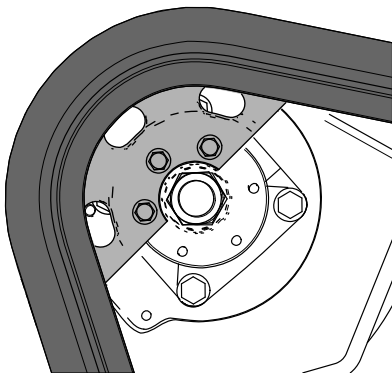

Bild 64
17. Schieben Sie den Fahrantriebshebel nach vorne, bis die eine Hälfte des Antriebsritzel in die Kette eingreift (**Bild 64**).